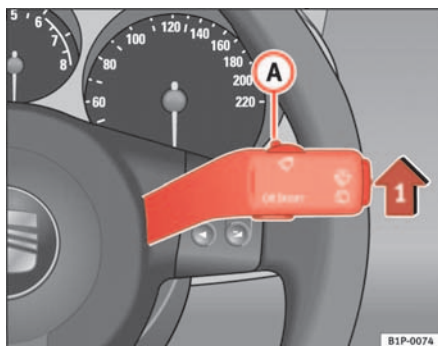

Fig. 65 Levier d'essuie-glace
- Amenez le levier des essuie-glace en position ① ⇒ fig. 65